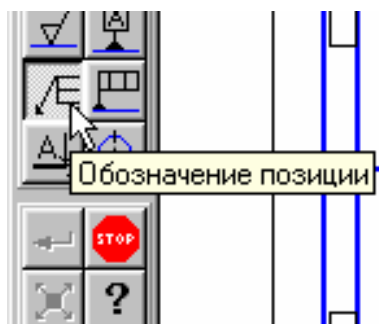

Рис. 19
8. Проставьте номера позиций для деталей с помощью команды **Обозначение позиций**, рис. 19 (можно с произвольной нумерацией, так как после выполнения спецификации номера позиций будут синхронизированы). Расположение полок для простановки номеров позиций можно не выполнять строго по горизонтали и вертикали, так как в системе предусмотрена возможность быстрого выполнения данной операции.